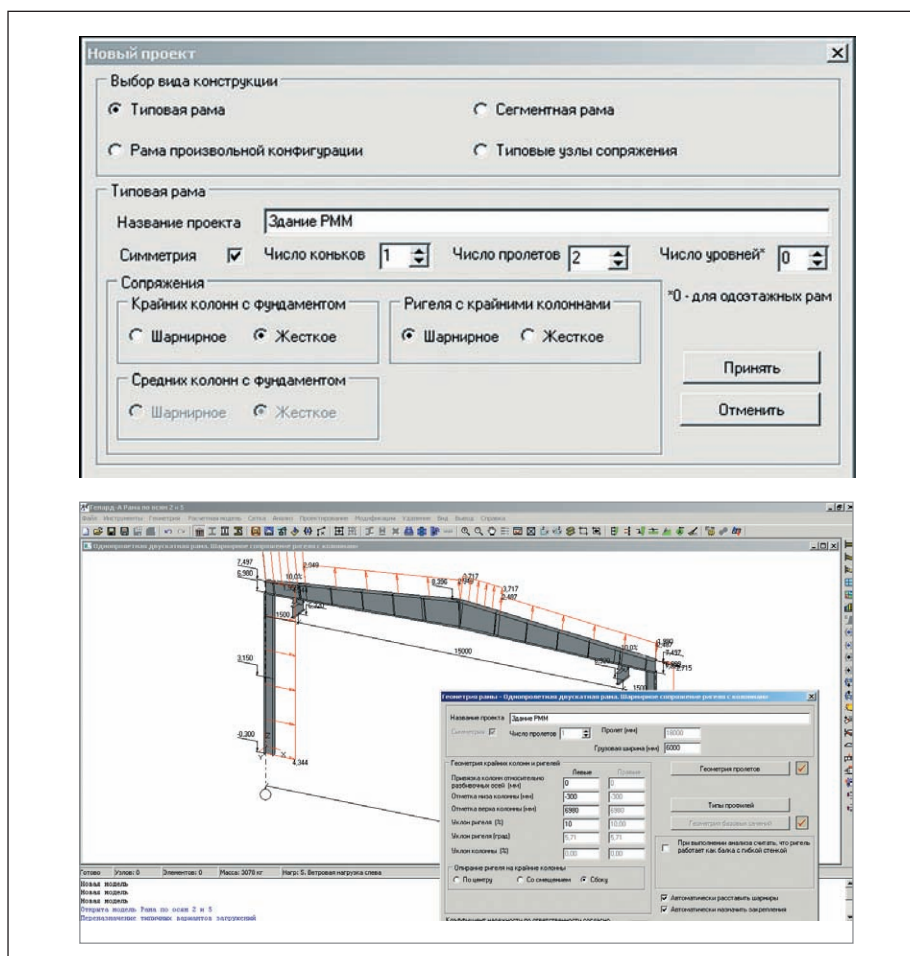

Рис. 2. Окна задания и корректировки основных параметров и графическое отображение информационной модели плоской рамы в Гепард-А
1. В программе Гепард-А создается информационная модель плоской рамы (рис. 2), а в перспективе – набор плоских рам по соответствующим осям, на основе которых будет формироваться трехмерная модель.